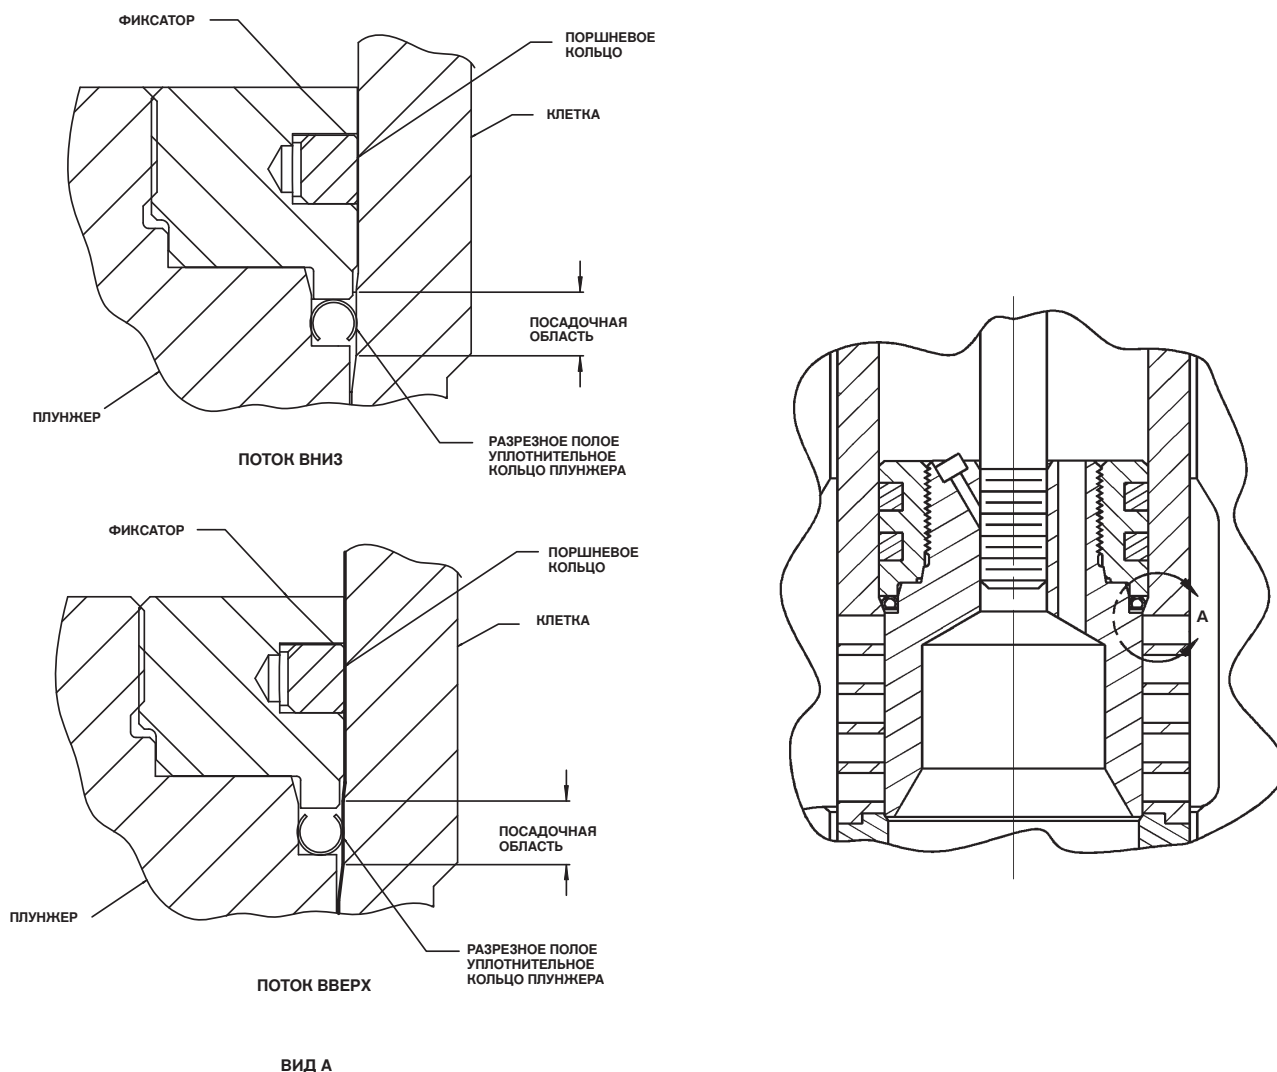

Рис. 5. Клапан Fisher® EHD и трим с разрезным полым уплотнительным кольцом плунжера
1. Нанесите подходящую высокотемпературную смазку по внутреннему диаметру уплотнения плунжера по внутреннему диаметру. Кроме того, необходимо смазать наружный диаметр плунжера клапана там, где разрезное полое уплотнительное кольцо плунжера должно быть прижато для обеспечения должного уплотнения (рис. 5).
- В конструкции клапана «поток вверх» полое уплотнительное кольцо должно быть направлено разрезом вверх (рис. 5).
- В конструкции клапана «поток вниз» полое уплотнительное кольцо должно быть направлено разрезом вниз (рис. 5).
1. Нанесите подходящую высокотемпературную смазку по внутреннему диаметру разрезного полого уплотнительного кольца. Кроме того, необходимо смазать наружный диаметр плунжера клапана там, где разрезное полое уплотнительное кольцо должно быть прижато для обеспечения должного уплотнения (рис. 5).